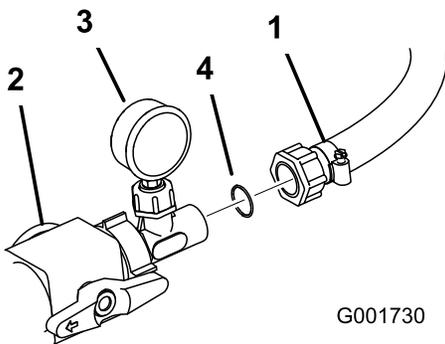

Figura 17
- Instale una junta tórica de plástico entre el conjunto del manómetro y la manguera que va al conjunto del carrete. Conecte la manguera al conjunto (Figura 17). Apriete la tuerca de plástico en la manguera para sujetarla al conjunto del manómetro.